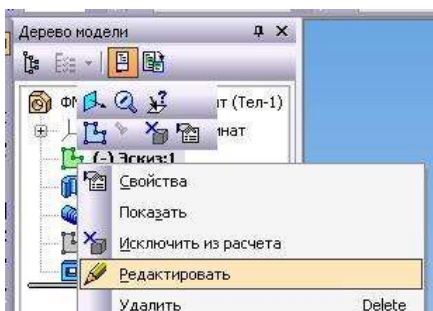
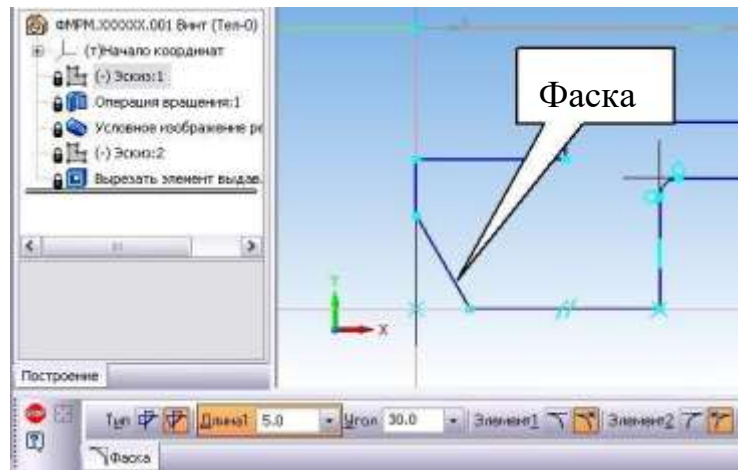

Рисунок 7.120 – Выбор редактирования эскиза из *Дерева модели*
Рисунок 7.121 – Результат редактирования Эскиза
8) *Редактировать эскиз* детали (выполнить фаску длиной 5 мм, угол - 30°) (рисунок 7.120): Выбрать в *Дереве модели* Эскиз 1 → Щелкнуть по нему ПК мыши → Редактировать (рисунок 7.121). Полученный результат – на рисунке 7.122.